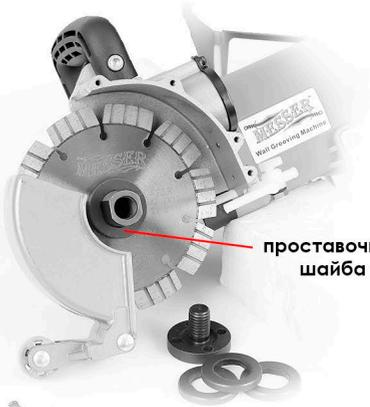

Рис.3
5. Первый алмазный диск установите непосредственно после шайбы на выходной вал, затем установите проставочную шайбу, а затем следующий пильный диск. Повторите указанную операцию до получения требуемой ширины штробы. (Рис. 3) Затем установите соответствующее количество проставочных шайб (убедитесь, что прижимная гайка плотно сжимает пильные диски), и, наконец, верните снятый сегмент защитного кожуха на место, закрепив его винтами.